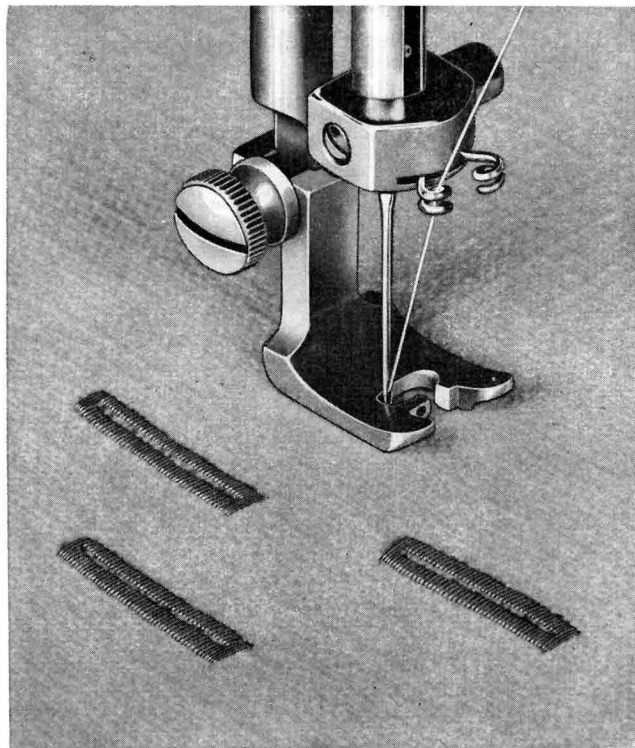

Abb. 59
**Zu a) Das flachliegende Wäscheknopfloch** (Abb. 59)